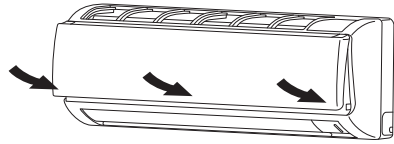

Abb. 3-45
- (b) Auf die untere rechte und linke Ecke sowie die Mitte des Lufteinlassgitters drücken, um es an der Inneneinheit zu befestigen. (Abb. 3-45)